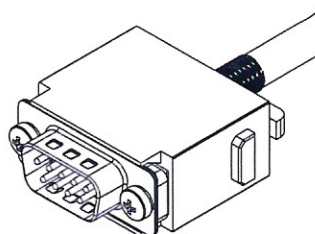

Рисунок 38 – Установка пластикового адаптера
14.6 Установить пластиковый адаптер (рис. 38).